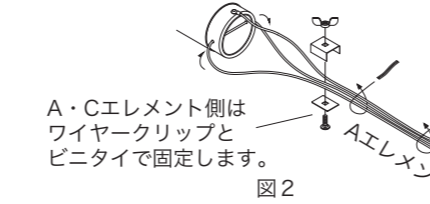

図2
- 折り曲げたエレメントが動かないようにスリーブを圧着して固定します。(以上 図2参照)
- エレメント先端をコイルのターミナルに差し込み圧着してハンダします。そして被覆の切り口を市販のシリコンシーラントなどで防水しておきましょう。(以上図2参照)